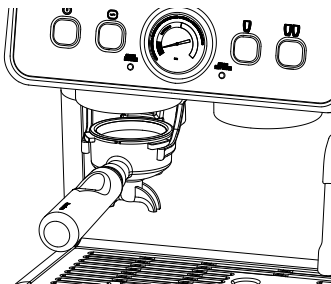

Abb. 6
3. Setze den Siebträger (12) wie in Abb. 6 gezeigt mit einem Einfach-Tassen-Filter (13) oder Doppel-Tassen-Filter (14) in den Mahlwerkauslass (5) ein.